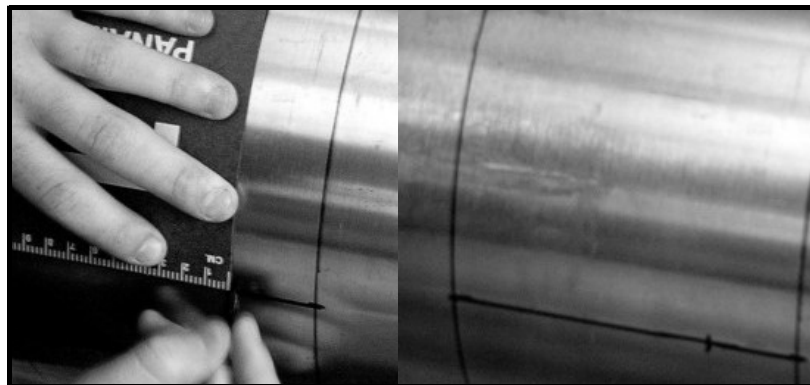

Figura 35: Medición y marcado de la distancia
1. Mida la distancia desde el punto cero (origen de la circunferencia). Marque el punto de distancia con una cruz en el lado opuesto del tubo, a 180° del punto cero (consulte la Figura 35).